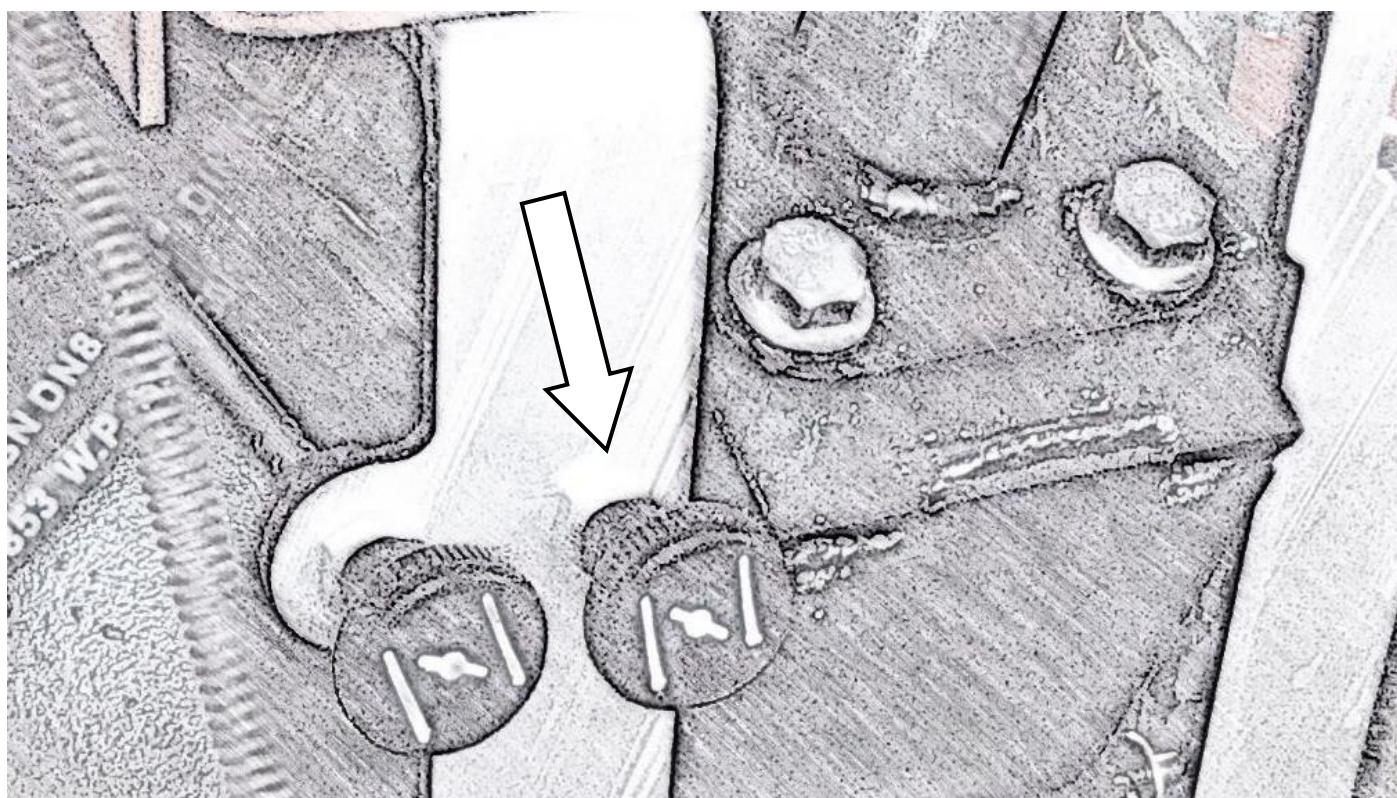

Рис. 3-3. Тяга декомпрессора (на двигателе КМ-385ВТ отсутствует)
- 3.) Откройте клапана двигателя, потянув тягу декомпрессора (рис. 3-3). Удерживайте её левой рукой.
- 4.) Для экстренной остановки двигателя в любой момент крайней опасности необходимо потянуть тягу декомпрессора (рис.3-3).
- 2) Тягу декомпрессора установить в положение «Декомпрессия» (см. рис. 3-3), рычаг управления подачей топлива - в положение «Закрыто», коленчатый вал повернуть на несколько оборотов рукояткой.